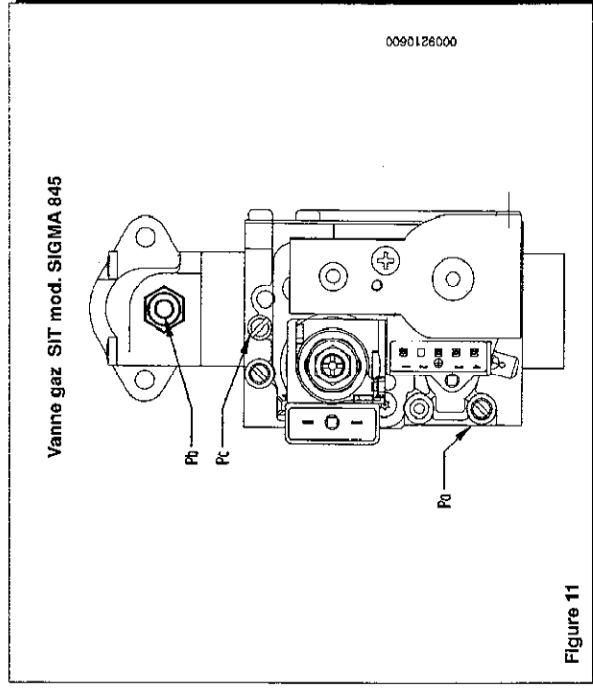

Figure 11
- relier la prise de pression positive d'un manomètre différentiel, de préférence à eau, à la prise de pression (Pb) du raccord gaz (figure 11). Relier, pour les modèles à chambre étanche, la prise négative du manomètre à un "T" spécifique permettant de relier ensemble la prise de compensation de la chaudière, la prise de compensation de la vanne gaz (Pc) et le manomètre lui-même. (Une mesure équivalente peut être effectuée en reliant le manomètre à la prise de pression (Pb) et sans le panneau frontal de la chambre étanche);
- ouvrir la vanne gaz et tourner le commutateur (1) afin de mettre la chaudière en position Hiver (❄️);
- s'assurer que la pression dynamique d'alimentation de la chaudière, mesurée au niveau de la prise de pression (Pa) de la vanne gaz (figure 11) soit correcte (28 mbar pour gaz butane, 37 mbar pour gaz propane, 20 mbar pour gaz G.20 ou 25 mbar pour gaz G.25).